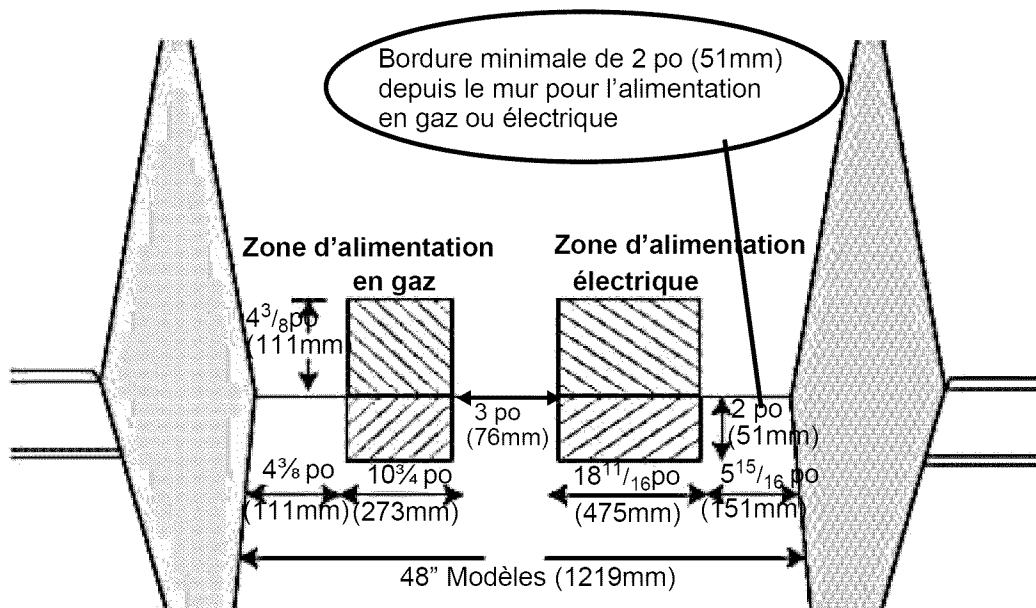

Figure 3 : Emplacement de l'alimentation électrique et en gaz pour les cuisinières à combustion jumelée
- Les entrées d'électricité et de gaz doivent se trouver dans les zones indiquées à la *Figure 3*.